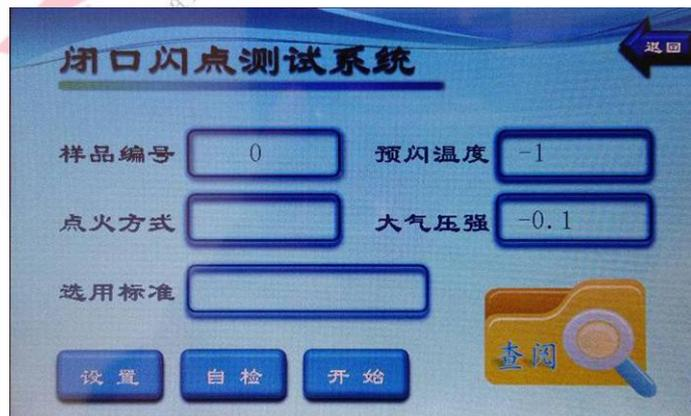

图 3
(2) 按进入系统(PLAY)键，屏幕显示画面；见图 3
(4) 将试验油样装入清洗后的油杯至规定刻度处，放入加热浴套内，再按（降臂）键，降臂下降到下限位时自动停止。
(5) 根据要求在图 3 依次输入预闪温度、油号、气压、标准等参数；
(6) 点火方式为：电点火。